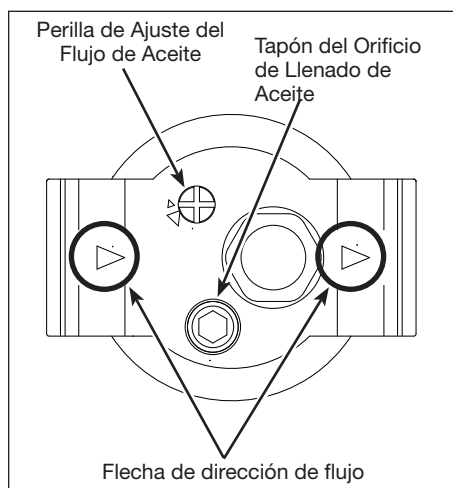

Figure 2 - Detalle que muestra la ubicación de la flecha de la dirección del flujo y del tapón de llenado de aceite
3. Verificar que las puntas de las flechas apunten en la dirección del flujo de aire (Vea Fig. 2).